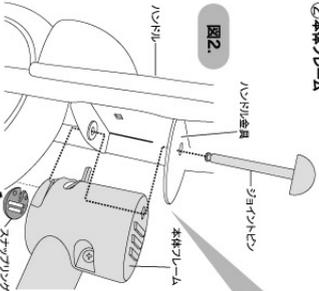

図2. ハンドルを本体フレームの穴に挿入し、六角レンチで締め付けてください。
- 図2のようにハンドル金具、本体フレームにジョイントピンを通し、指まで差込みます。ジョイントピン下部の溝にスクリューを挿入して固定してください。
- 図2のように上からカゴ用ボルトを差込み、下からワッシャーとスクリューワッシャーを通してアナットでしっかりと締め付けてください。